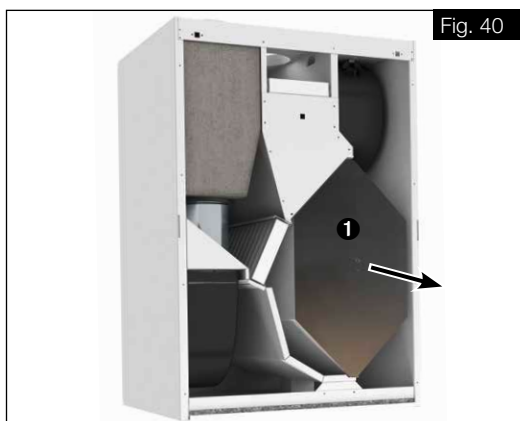

Fig. 40
3. Retirer l'échangeur à contre-courant ❶ avec précaution de l'appareil (voir Fig. 40).